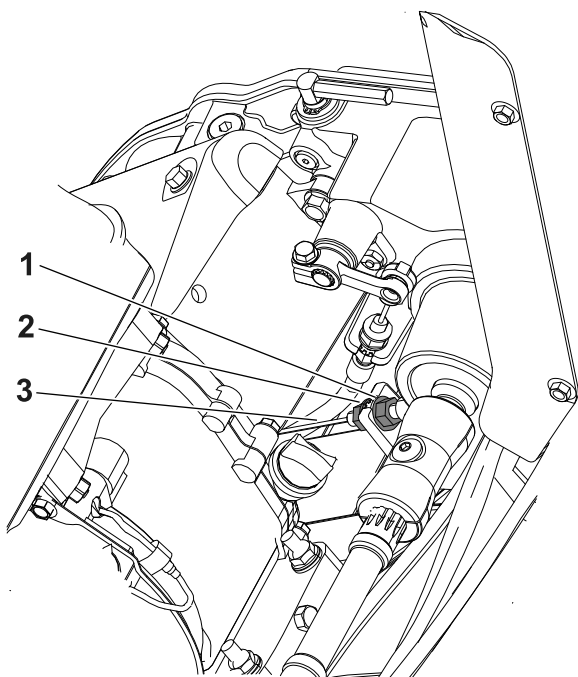

Figura 38
2. Allentate il controdado posteriore e serrate quello anteriore (Figura 38).